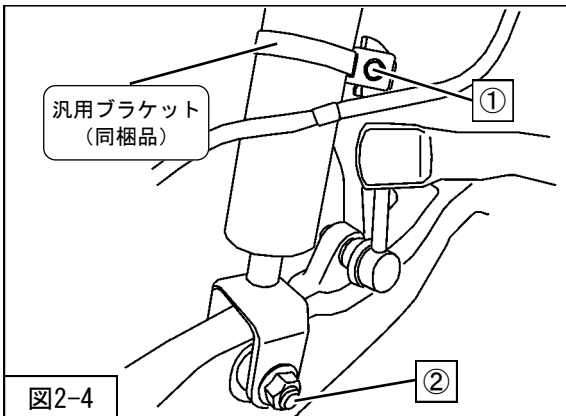

図2-4
5. ②フロントサスペンションASSYロア取付ボルト・ナット（締付トルク：108N・m）を取付けてください。（図2-4）
6. ①ABSセンサハーネス取付ボルト（締付トルク：6N・m）を使用して、ABSセンサハーネスを取付けてください。（図2-4）